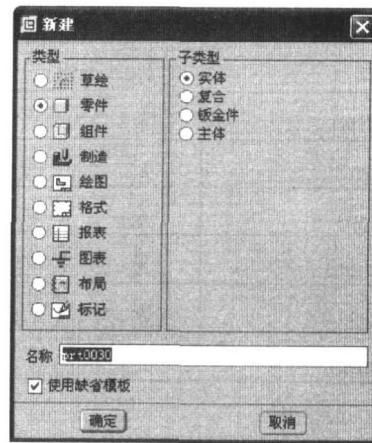

图 1-12 【新建】对话框
(1) 【新建】命令 选择【文件】菜单的【新建】命令，打开如图 1-12 所示的【新建】对话框。